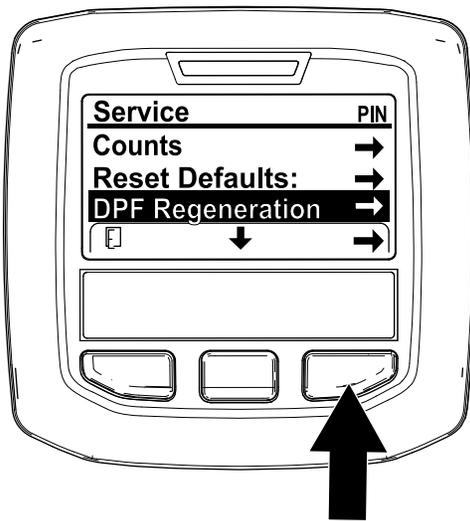

Bild 59
1. Navigieren Sie auf das Menü „Service“ und drücken Sie die mittlere Taste, um auf die Option DPF REGENERATION zu navigieren (Bild 59).
2. Drücken Sie die rechte Taste, um den Eintrag „DPF Regeneration“ auszuwählen (Bild 59).